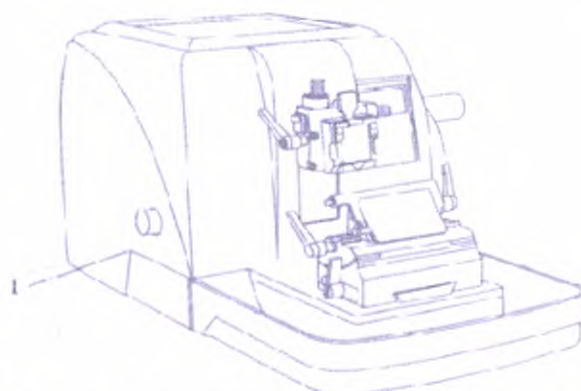

Рисунок 3. Схема микротомы модели KD-3390 – вид слева
| Рисунок 3, (1) | Ручка настройки |